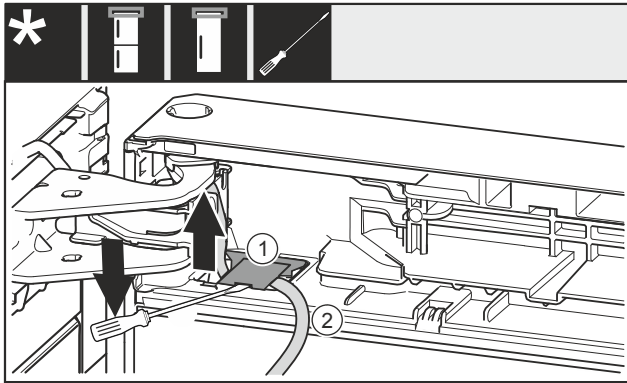

Fig. 12
- ▶ 使用带槽螺丝刀抬起盖板 Fig. 12 (1)，并将其拉出。
- ▶ 拉出电缆 Fig. 12 (2)。